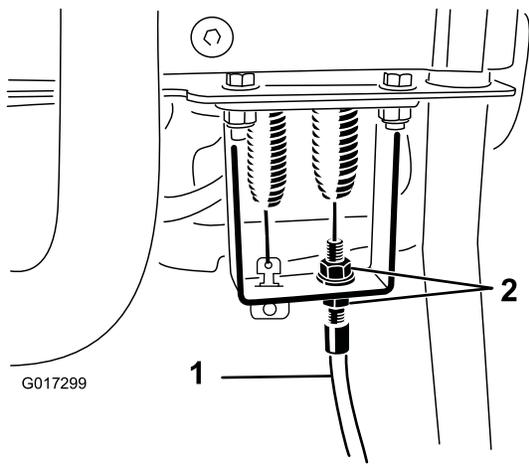

Figura 50
4. No anteparo da alavanca de controlo, soltar o cabo de controlo do cilindro até haver folga no cabo (Figura 50).